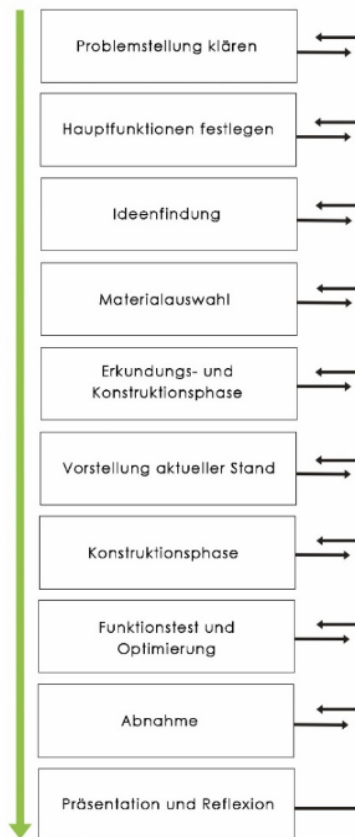

Abb. 2: Konstruktionsmethodik
1. **Das Konstruieren erfolgt systematisch analog zur Vorgehensweise von Ingenieur*innen:** Das ist das Herzstück des startlearnING-Prinzips und mündet in das nachstehend abgebildete Flussdiagramm (Abb. 2).
Für das phasenorientierte Vorgehen beim Konstruieren nach dem startlearn**ING**-Prinzip wurde ein Flussdiagramm entwickelt (Abb. 2). Zur Zielerreichung müssen alle Phasen durchlaufen werden. Es werden jedoch verschiedene Optimierungs- und Rückversicherungsschleifen notwendig sein. Das gehört zu einem Konstruktionsprozess dazu. Deshalb kann jederzeit von einer Phase zu allenvorgelagerten Phasen zurückgesprungen werden. Das Flussdiagramm kann also als grundsätzlicher Leitfaden für das Konstruieren mit Schülerinnen und Schülern verstanden werden, der dabei helfen soll, kreativ zu arbeiten, ohne das Ziel aus den Augen zu verlieren.